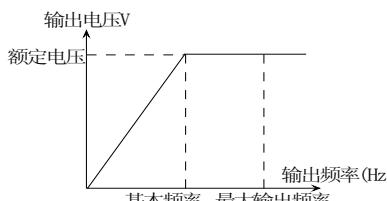

图 5-0-1 输出频率与输出电压关系图
**说明：**基本频率FBASE：当变频器的输出电压等于额定电压UN时的最小输出频率，用来作为调节频率的基准。通常以电机额定频率作为基本频率的设定值。在通常运用的情况下，应按电机的额定频率选择FBASE。在特殊运用的场合，可按使用要求设定，但此时必须特别注意与负载电机的V/F特性的配合及电机的出力要求，如图5-0-1输出频率与输出电压关系图所示。